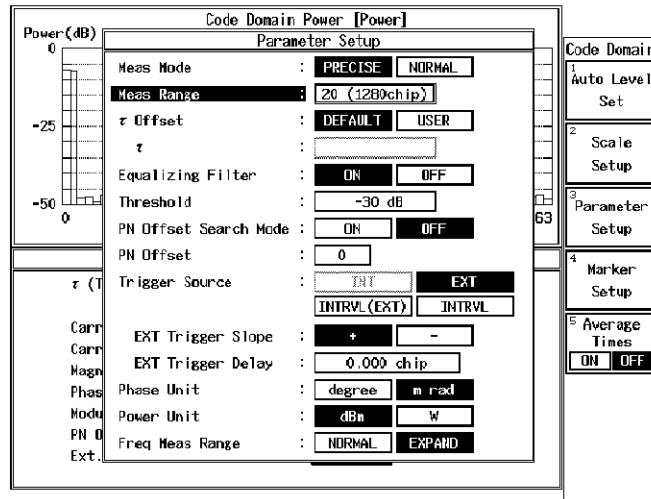

図 6-7 測定パラメータ表示 (コード・ドメイン・パワー)
4. R3267 シリーズを CF:800MHz、RF 入力、Forward Link に設定し、パラメータを図 6-7 のように設定し、**DC CAL**、**AUTO LEVEL** を実行します。